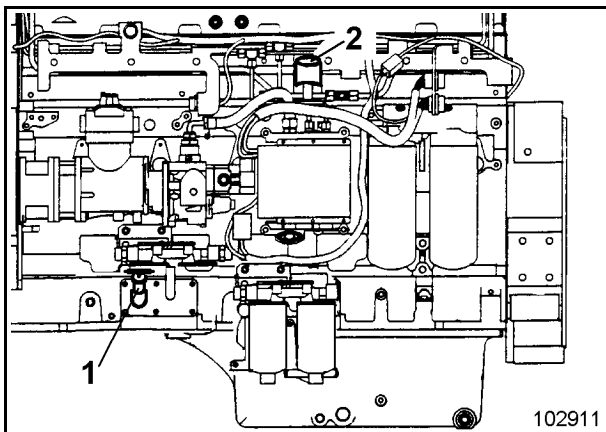
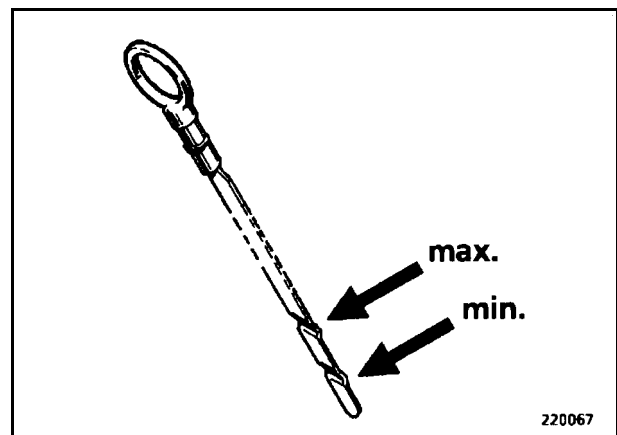

Fig. 3-15:
Fig. 3-16:
- Remplir l'huile moteur par la tubulure de remplissage (2, Fig. 3-15:) jusqu'à ce que le niveau d'huile ait atteint le repère "maxi" (fleche, Fig. 3-16:).